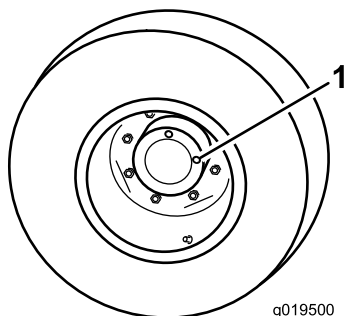

Figura 14
1. Con la macchina parcheggiata su terreno pianeggiante, posizionate la ruota in modo che un tappo di controllo (Figura 14) si trovi a ore 12 e l'altro a ore 3.
1. Tappo di controllo/spurgo (2)
2. Rimuovete il tappo a ore 3 (Figura 14). L'olio deve essere in fondo al foro del tappo di controllo.